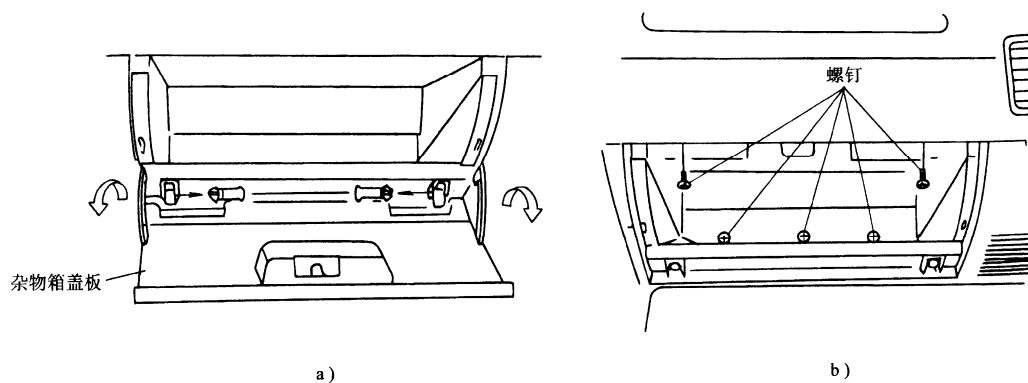

图 10-32 拆下杂物箱
1) 将杂物箱盖板完全打开，拆下弹簧夹，折下杂物箱盖板，见图 10-32。